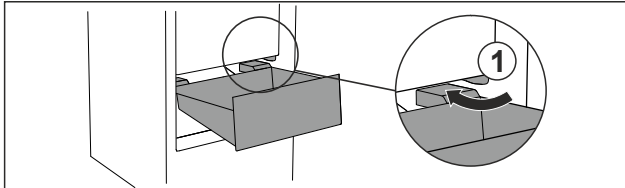

Fig. 73
- ▶ Far passare il cassetto intorno ai fermi Fig. 73 (1) inclinandolo.